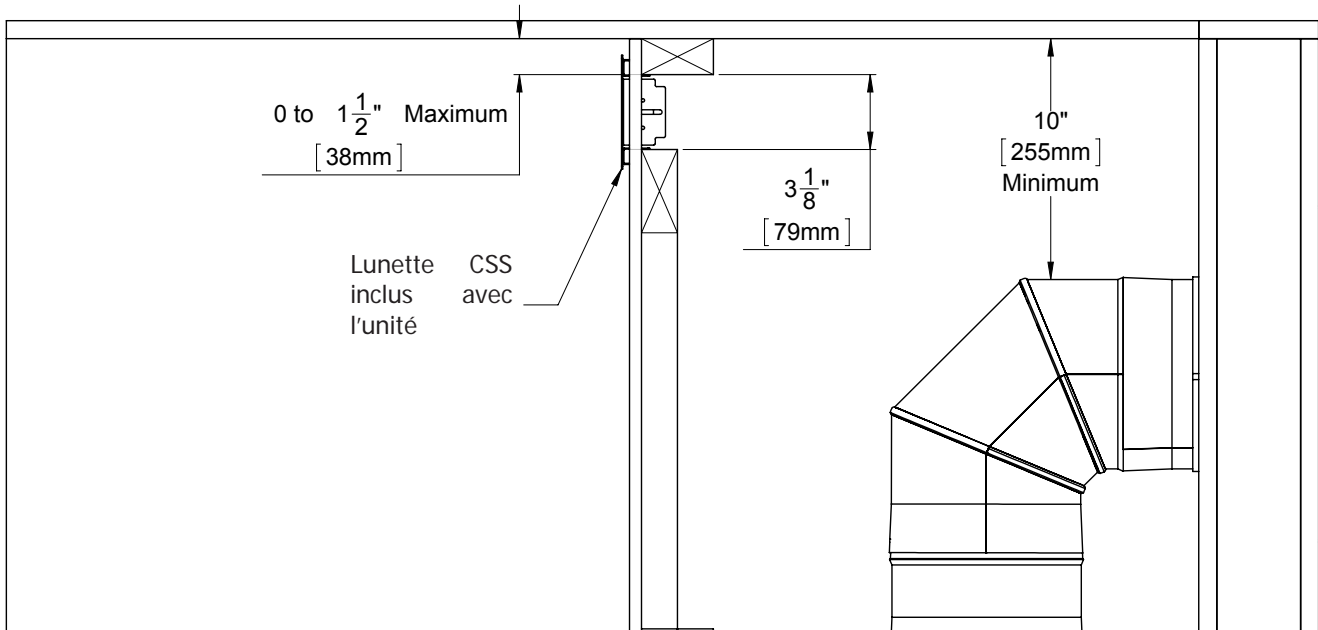

Figure 48: Encadrement Option 3
**Option 3: Lunette** - Une lunette peut être souhaitée pour accentuer la sortie CSS. Construire l'encadrement d'une manière qui fournit une découpe de 48 "(1219mm) par 3" (76mm) pour monter la lunette. Le haut de la découpe doit être à 1 1/2 "du haut de la poursuite. Il est essentiel que ces dimensions soient respectées et ne pas s'en écarter lors de l'utilisation de matériaux combustibles à l'intérieur du châssis (voir Figure 48).